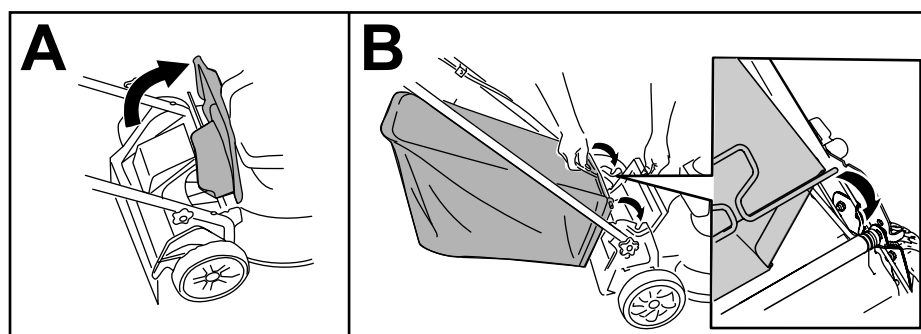

Рисунок 13
1. Поднимите задний отражатель (вид А на Рисунок 13).
2. Вставьте концы стержней травосборника в пазы кронштейнов рукоятки (вид В Рисунок 13).